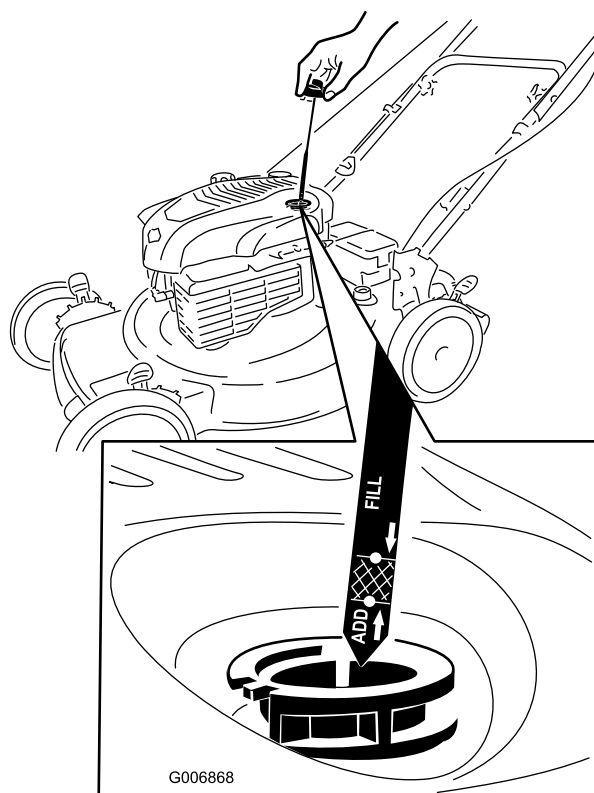

Figura 7
1. Retire la varilla (Figura 7).
2. Vierta **lentamente** aceite en el tubo de llenado hasta que el nivel llegue a la marca "**Full**" (lleno) de la varilla (Figura 7). **No llene demasiado.** (Capacidad máxima: 0,59 l (20 onzas), tipo: SAE 30W, aceite detergente con clasificación de servicio API SF, SG, SH, SJ, SL o superior.)